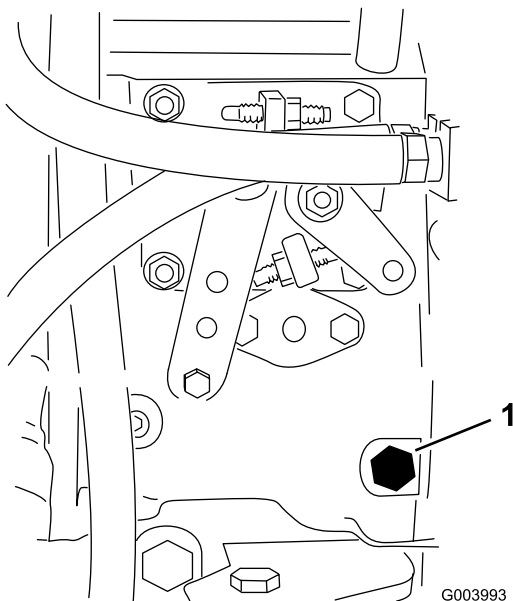

Bild 40
3. Öffnen Sie die Entlüftungsschraube an der Kraftstoffeinspritzpumpe (Bild 40) mit einem 12 mm Schraubenschlüssel.